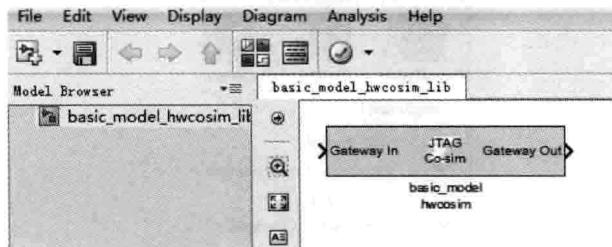
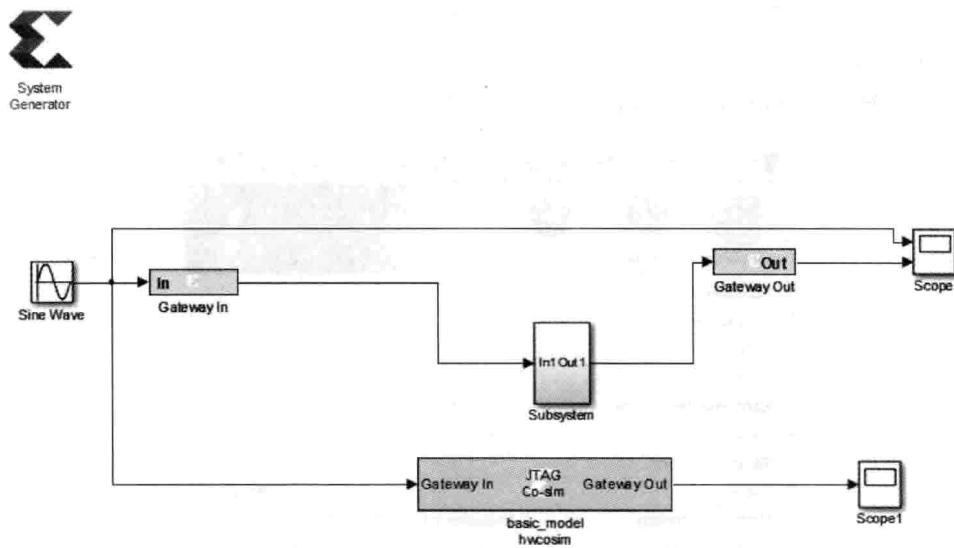

图 6.29 硬件协同仿真的符号
图 6.30 系统硬件协同仿真模型
- (3) 单击 Generate 按钮。对所选的目标平台进行编译。
- (4) 当编译完成后,出现 Compilation status 对话框界面。该界面中,提示 Generation Completed 信息,表示编译成功。
(5) 单击 OK 按钮。
(6) 如图 6.29 所示,生成 basic\_model hwcosim\_lib 协同仿真符号。
(1) 将图 6.29 内的 basic\_model hwcosim 符号复制粘贴到如图 6.30 所示的界面中。
(2) 如图 6.30 所示,将硬件协同仿真符号连接到数字信号处理模型系统中,完成硬件系统仿真的整体结构设计。